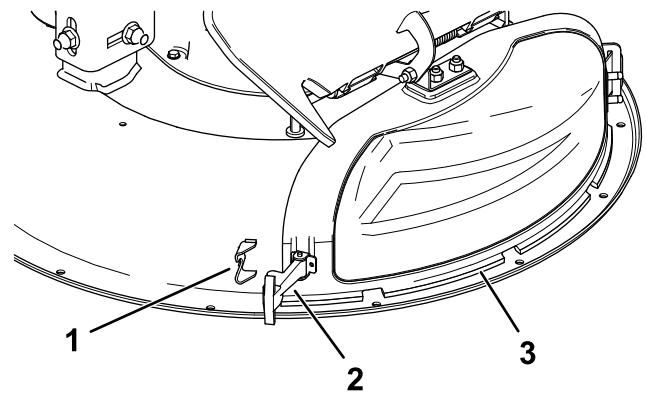

Bild 11
Sie die Auswurfkanalabdeckung nach rechts (Bild 11).
6. Haken Sie zum Befestigen der Auswurfkanalabdeckung am Mähwerk den flexiblen Riegel an der Auswurfkanalabdeckung im Halter am Mähwerk ein (Bild 11).